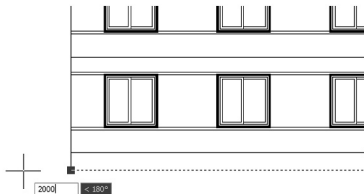

图 4.60 加长地平线
(1) 打开【正交】功能，在命令行无命令状态下单击最下面的水平线（地平线），出现蓝色夹点，然后将左边的夹点单击变红，该夹点变成热点，查看命令行。
(2) 在指定拉伸点或【基点(B)/复制(C)/放弃(U)/退出(X)】：提示下，将光标水平向左拖动，输入“2000”后按 Enter 键，结果如图 4.60 所示，地平线从左端点处向左加长 2000mm。
(3) 用同样的方法将地平线从右端点处向右加长 2000mm。